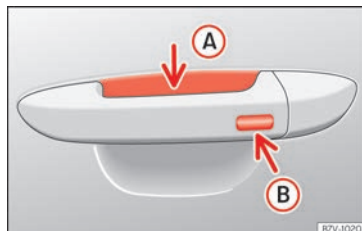

Abb. 49 Türgriff: Sensorflächen.
»» (Abb. 49)
- Berühren Sie die auf der Außenseite des Türgriffs befindliche Sensorfläche »» (Abb. 49)
- (B). Alle Blinker leuchten einmal auf.
- Berühren Sie innerhalb von 5 Sekunden einmal die auf der Außenseite des Türgriffs befindliche Sensorfläche  **(Abb. 49)** . Ergreifen Sie dabei nicht den Türgriff. Das System Keyless Access ist jetzt vorübergehend deaktiviert.
Um mit der **Komfortfunktion** alle elektrischen Seitenfenster und das Glasdach zu schließen, lassen Sie einen Finger einige Sekunden auf der Sensorfläche für Verriegelung  **(Abb. 49)**  am Türgriff, bis die Seitenfenster und das Dach geschlossen sind.